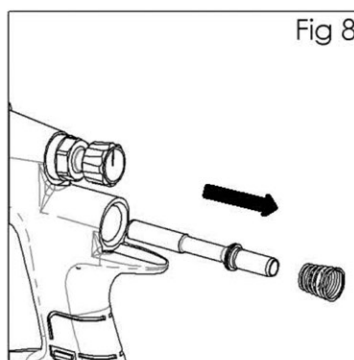

Fig 8
6. Entfernen Sie die Feder (21) und die Ventilspindel (20). (Siehe Abb. 8).